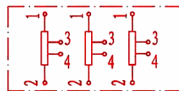

图4 带有十二个端子的三个元件的设备
1.3.2 方法2采用数字前冠以数字的方法来区分两边端子和中间端子（在不需要识别或不可能识别相位的场所），见图4。